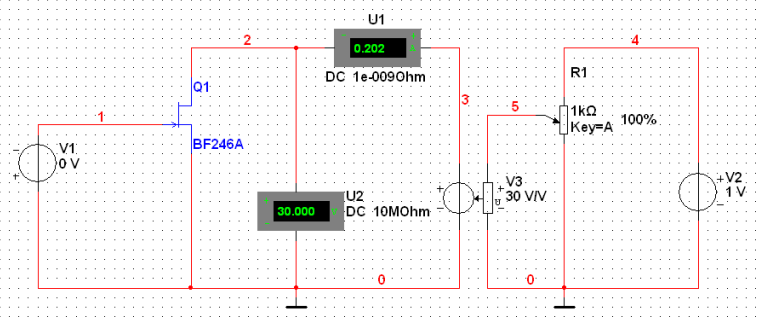

Рис. 26. Схема эксперимента для снятия стоковых характеристик транзистора
2. В программе Multisim построить схему эксперимента для снятия стоковых характеристик транзистора, изображённую на рис. 26.